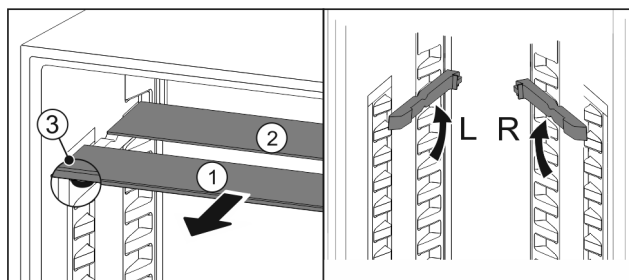

Fig. 76
- ▶ Wyciągnąć Fig. 76 (1) pojedynczo półki szklane do przodu.
- ▶ Płyta szklana Fig. 76 (1) z listwą ozdobną znajduje się z przodu.
- ▶ Stopery Fig. 76 (3) wskazują w dół.